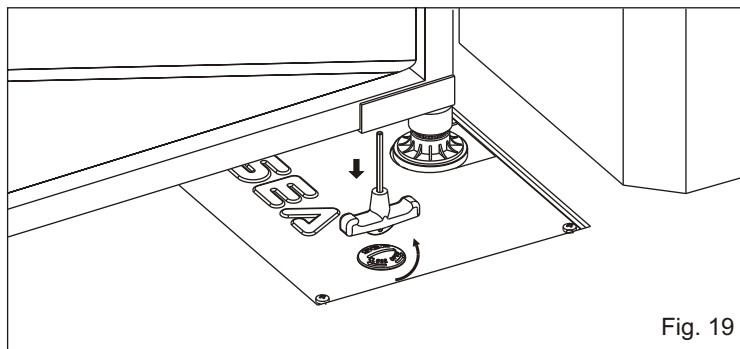

Fig. 19
- Utilizar el revés de la llave en dotación para abrir el tapón de desbloqueo que protege la prolongación instalada anteriormente (Fig. 19).